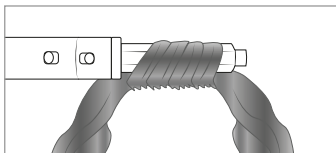

Abb. 5
- Für mehr Stand am Haaransatz setzen Sie den Lockenaufsatz horizontal an (siehe Abb. 5).